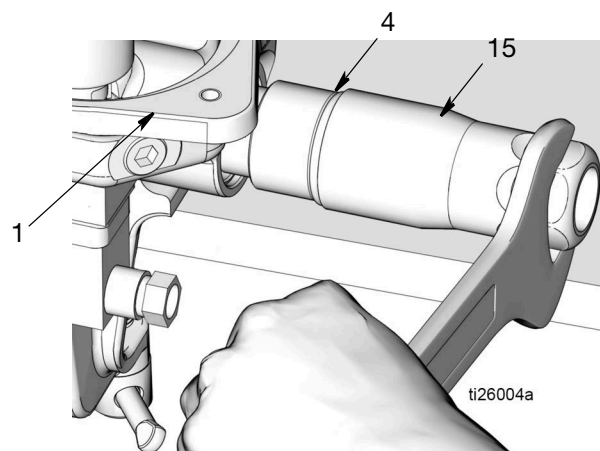

FIG. 23
- e. Mettre les joints toriques (7, 41) et l'écrou (5) au rebut en respectant les réglementations concernées.
16. Déposer le clapet anti-retour de sortie (15) de la base de la pompe (1) (FIG. 23). Enlever le joint torique (4) du clapet de refoulement. Mettre le joint torique au rebut en respectant toutes les réglementations concernées.